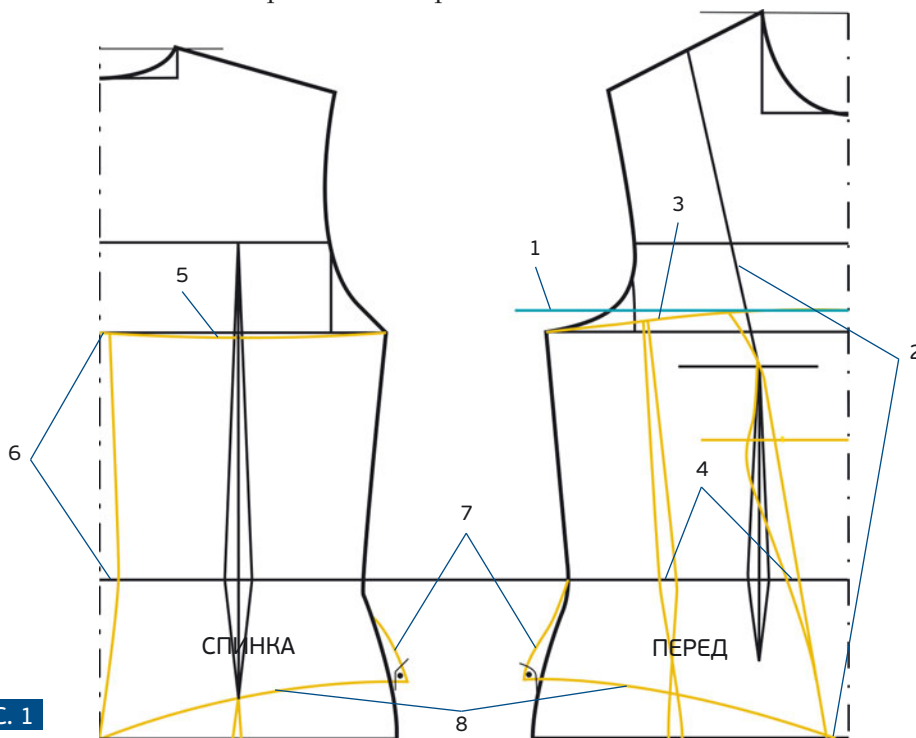

РИС. 1
1. Начертите спереди горизонтальную линию в 2 см выше линии проймы (рис. 1, синим цветом).
3. Спереди начертите верхнюю плавную линию корсета от боковой линии на уровне линии проймы, чтобы достичь синей линии (рис. 1).